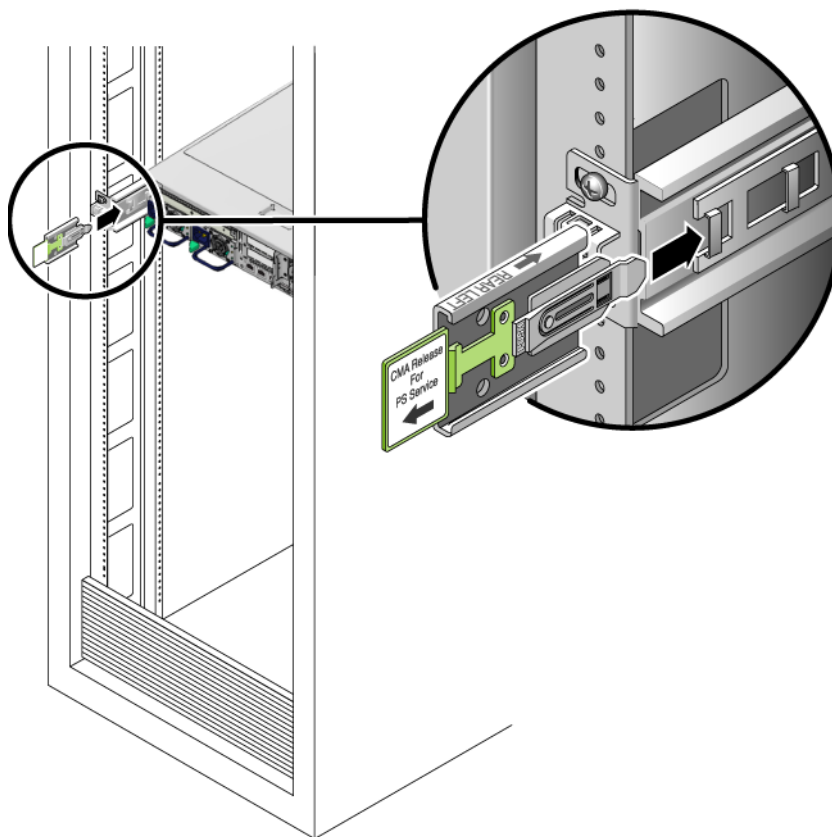

FIGURA 2-8 Introducción de la extensión para el CMA en el extremo posterior de la guía izquierda
1. En la parte posterior del bastidor, introduzca la pieza de extensión para el CMA en el extremo de la guía izquierda (FIGURA 2-8).